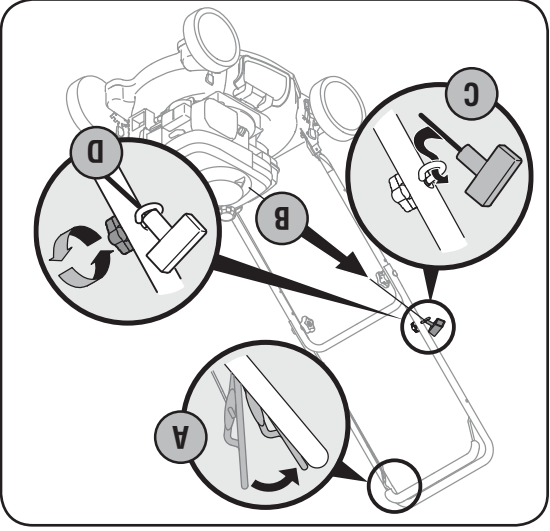

Figure 4-3
3. Installation du guide de la corde. Voir la Figure 4-3.